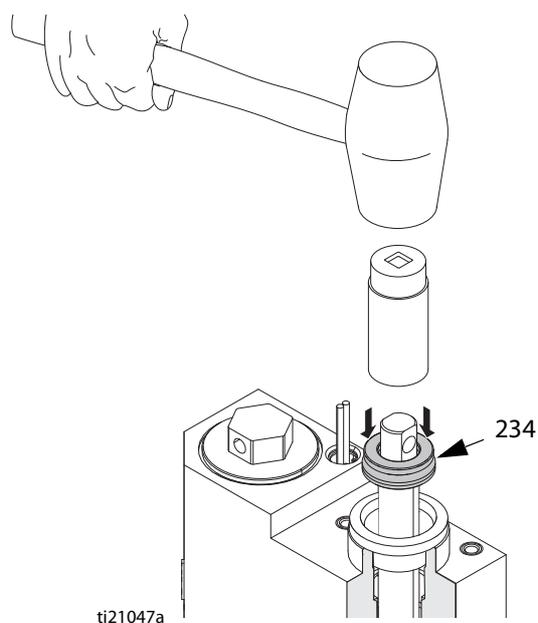

Рис. 29
3. Вставьте блок поршневого штока (223) в выпускной коллектор (203) расправителя.
4. Нанесите консистентную смазку на щелевое П-образное уплотнение (234) и установите это уплотнение на поршневой шток (223) кромками вниз.
5. Поднесите удлиненный торцевой ключ диаметром 22,23 мм или отвертку диаметром 9,53 мм к верхней части поршневого штока (223) и, пользуясь резиновым молотком, осторожно постучите по щелевому П-образному уплотнению (234), чтобы установить его на место. См. Рис. 29.